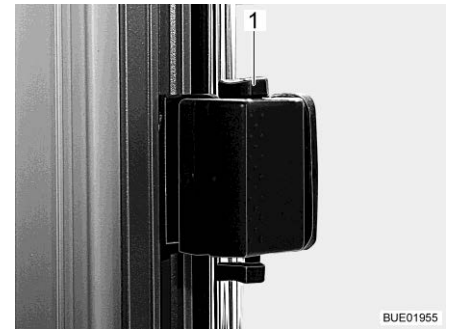

Fig. 100 Ventana corredera, desbloqueada
- Empujar el pestillo (Fig. 100,1) hacia arriba.